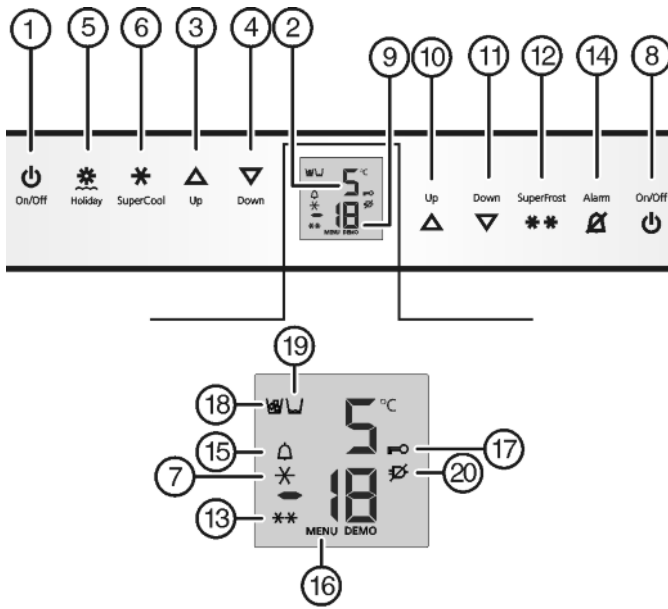

Fig. 2
- ▶ Натисніть клавішу On/Off морозильника Fig. 2 (8).
▶ Натисніть клавішу On/Off охолоджувального відділення Fig. 2 (1).
- ▷ Охолоджувальне відділення та відділення BioFresh увімкнені: Індикатор температури охолоджувального відділення Fig. 2 (2) світиться. При відкриванні дверцят холодильного відділення вмикається внутрішнє освітлення.
► Вмикання режиму настройки: натисніть клавішу SuperFrost Fig. 2 (12) і утримуйте близько 5 секунд.
▷ Світиться символ "Меню" Fig. 2 (16).
► Для вимкнення функції захисту натисніть і швидко відпустіть клавішу SuperFrost Fig. 2 (12).
► Для увімкнення функції захисту натисніть і швидко відпустіть клавішу SuperFrost Fig. 2 (12).
▷ Світиться символ "Функція захисту" Fig. 2 (17). На індикаторі блимає **с**.
▷ Гасне символ функції захисту Fig. 2 (17). На індикаторі блимає **с**.
► Вихід з режиму настройки: Натисніть клавішу On/Off морозильника Fig. 2 (8).
► натисніть сигнальну клавішу Alarm Fig. 2 (14).
Одночасно блимає індикатор температури та символ звукового сигналу Fig. 2 (15).
Звукове попередження вмикається автоматично, символ звукового попередження Fig. 2 (15) вмикається, індикатор температури перестає блимати, коли температура достатньо низька.